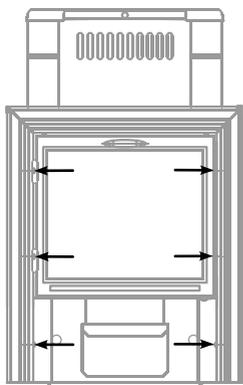

Рисунок 5. Винты для демонтажа дверки при монтаже печи «Ангара Витра»
- 1) открутить саморезы 6 шт., которыми прикрепляется дверка с рамкой к топливному каналу и снять ее; (см. рисунок 5)